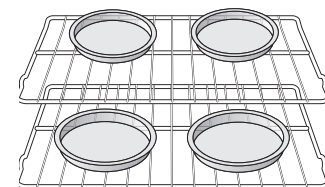

Figure 13 : Espacement des plats
- Lorsque vous cuisinez avec deux grilles de four, positionnez l'ustensile de cuisson comme illustré à la Figure 13. Laissez un espace d'au moins 5 à 10 cm (2 à 4 po) entre les ustensiles de cuisson pour permettre à l'air de bien circuler.